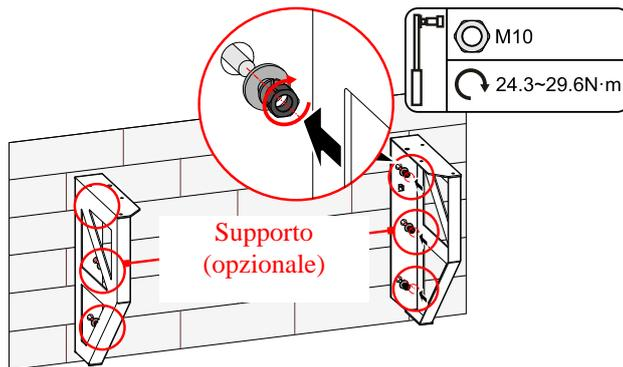

Figura 3-16 Fissare i supporti
4. Fissare i supporti come illustrato in Figura 3-16.